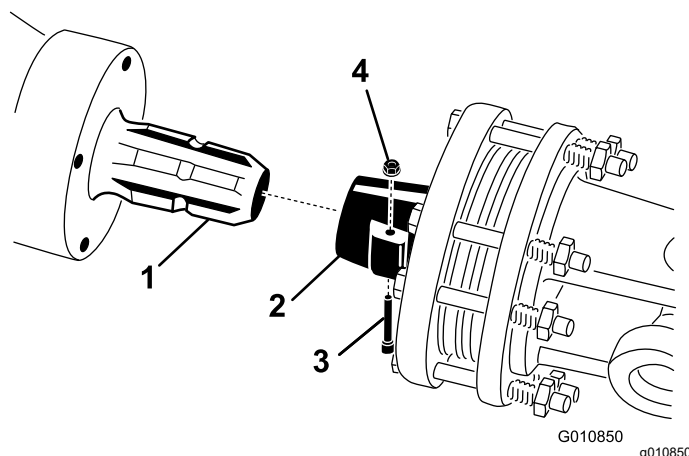

Рисунок 23
- Снимите с ВОМ штифт и гайку (Рисунок 23).
- Подсоедините конец муфты ВОМ к первичному валу редуктора аэратора с помощью снятых ранее штифта и гайки (Рисунок 23).